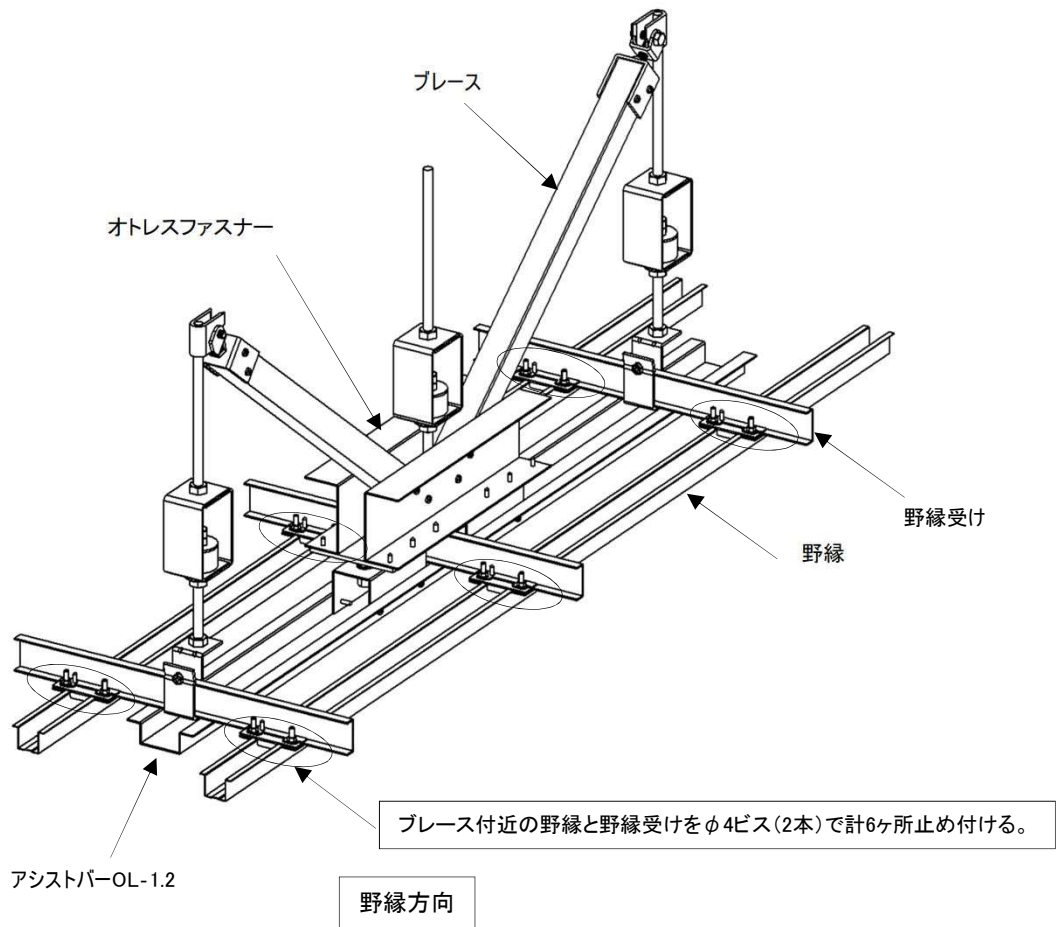

図 2-26 クリップ滑り補強箇所
- ⑤ ブレース下部廻りのクリップを6カ所ビス止めし滑り補強を行う。(図2-26参照)